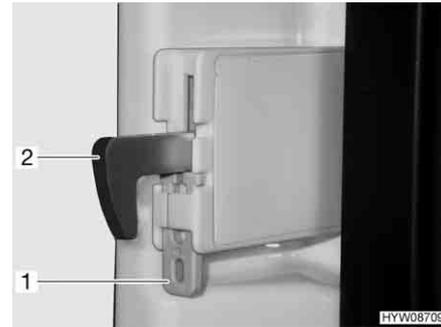

Fig. 175 Dispositivo di fissaggio (gancio di bloccaggio)
*Fissaggio del gancio di bloccaggio:* ■ Spingere il dispositivo di fissaggio (Fig. 175,1) verso l'alto. Spingere il gancio di bloccaggio (Fig. 175,2) verso l'alto, disinserendolo.
*Sblocco del gancio di bloccaggio:* ■ Spingere il gancio di bloccaggio (Fig. 175,2) verso il basso. Il gancio di bloccaggio è di nuovo inserito.